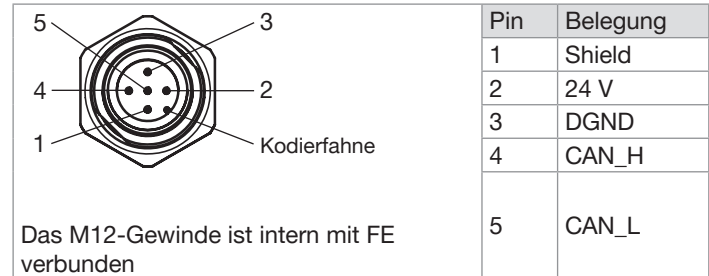

Abb. 16: bÜS/CANopen MFM, bÜS/CANopen MFC: Pinbelegung, 5-poliger M12-Stecker (A-codiert)
- Jeden Leiter in den entsprechenden Stift einsetzen. Siehe Abb. 16.